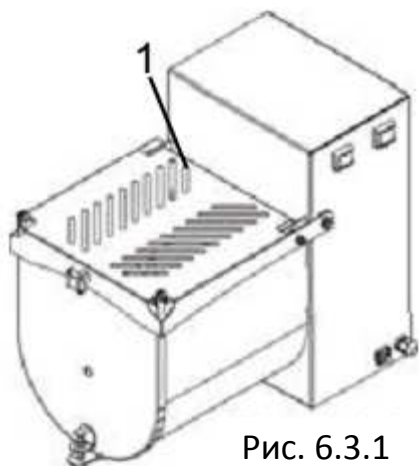

Рис. 6.3.1
- Поднять защитную решетку (поз. 1 на рис. 6.3.1)